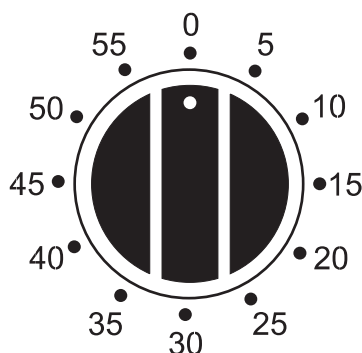

Рис. 14
Вид механического таймера на 60 минут представлен на рис. 14. Максимальное время, на которое может быть установлен таймер, равно одному часу. Для установки времени таймера сначала поверните ручку (5) по часовой стрелке до положения 60 минут, а затем против часовой стрелки до выбранного Вами времени. По истечении установленного времени прозвучит звуковой предупреждающий сигнал, после чего Вы должны произвести запланированные Вами ранее действия, напоминая о которых и служит сигнал таймера. В момент подачи звукового сигнала таймер не прекращает работу духовки.